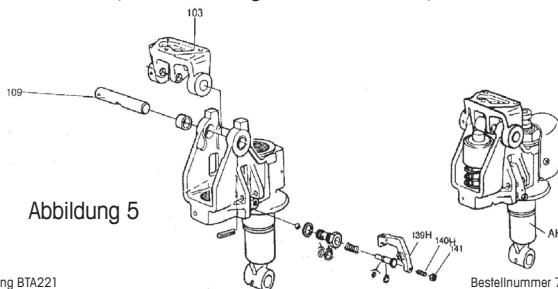

Abbildung 5
2. Deichsel auf dem Basisstück positionieren. Zugdraht vorsichtig durch die Mitte des Basisstücks und die vorgesehene Bohrung in der Deichselachse (siehe Abbildung 5, 109) führen.
4. Stellungshebel anheben und den Stift des Zugdrahts in die Nut des Stellungshebels einsetzen (siehe Abbildung 3 unten und Abbildung 5, 139H)
1. Einstellschraube (siehe Abbildung 5, 140H) auf dem Stellungshebel drehen, bis die Funktion "Senken" (LOWER) funktioniert.
6. Einstellschraube durch Festziehen der Mutter sichern (siehe Abbildung 5, 140H und 141).